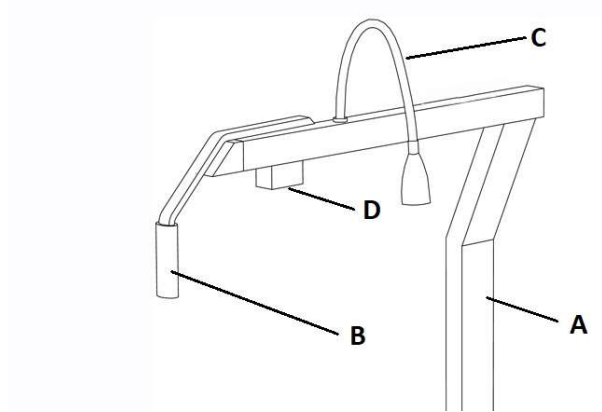

Abbildung 9: Physiologisch vorgeneigter Phoropterarm (starr)
- physiologisch vorgeneigte Phoro-Opterarm (starr) mit Phoro-Opterschiene (Abbildung 9)